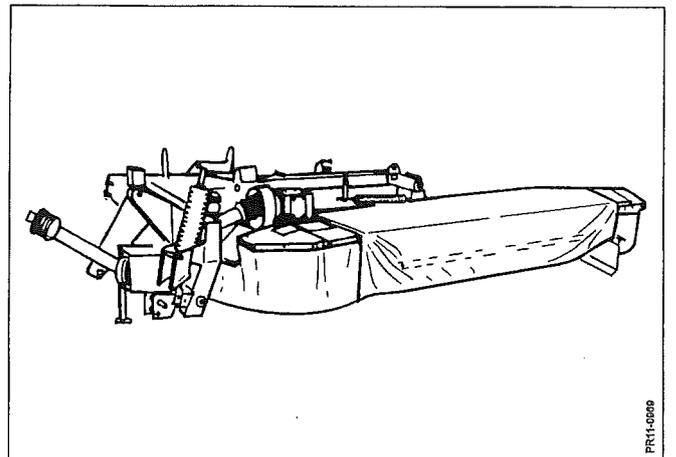

Fig. 3-15
- Fig. 3-15 5) Die Unterlenker senken, bis die Maschine auf dem Boden ist. Dann die Unterlenker abbauen und den Schlepper wegfahren.